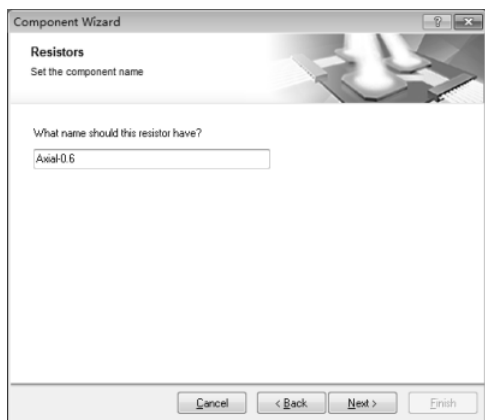

图 3.7.9 设置电阻器的封装名称
(7) 设置电阻器的封装名称：如图 3.7.9 所示，设置插针式电阻焊盘的封装模型名称，本例中输入“Axial-0.6”，单击“Next”按钮。